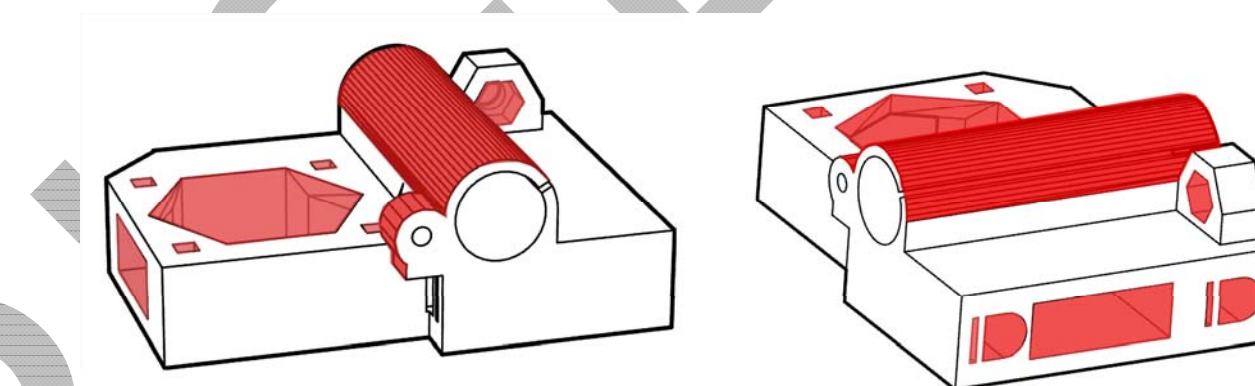

Figure 2
**Colorier** en rouge sur la figure 2 ci-dessous les formes liées au mode d'obtention par impression 3D qui devront être modifiées afin de faciliter leurs réalisations en usinage.